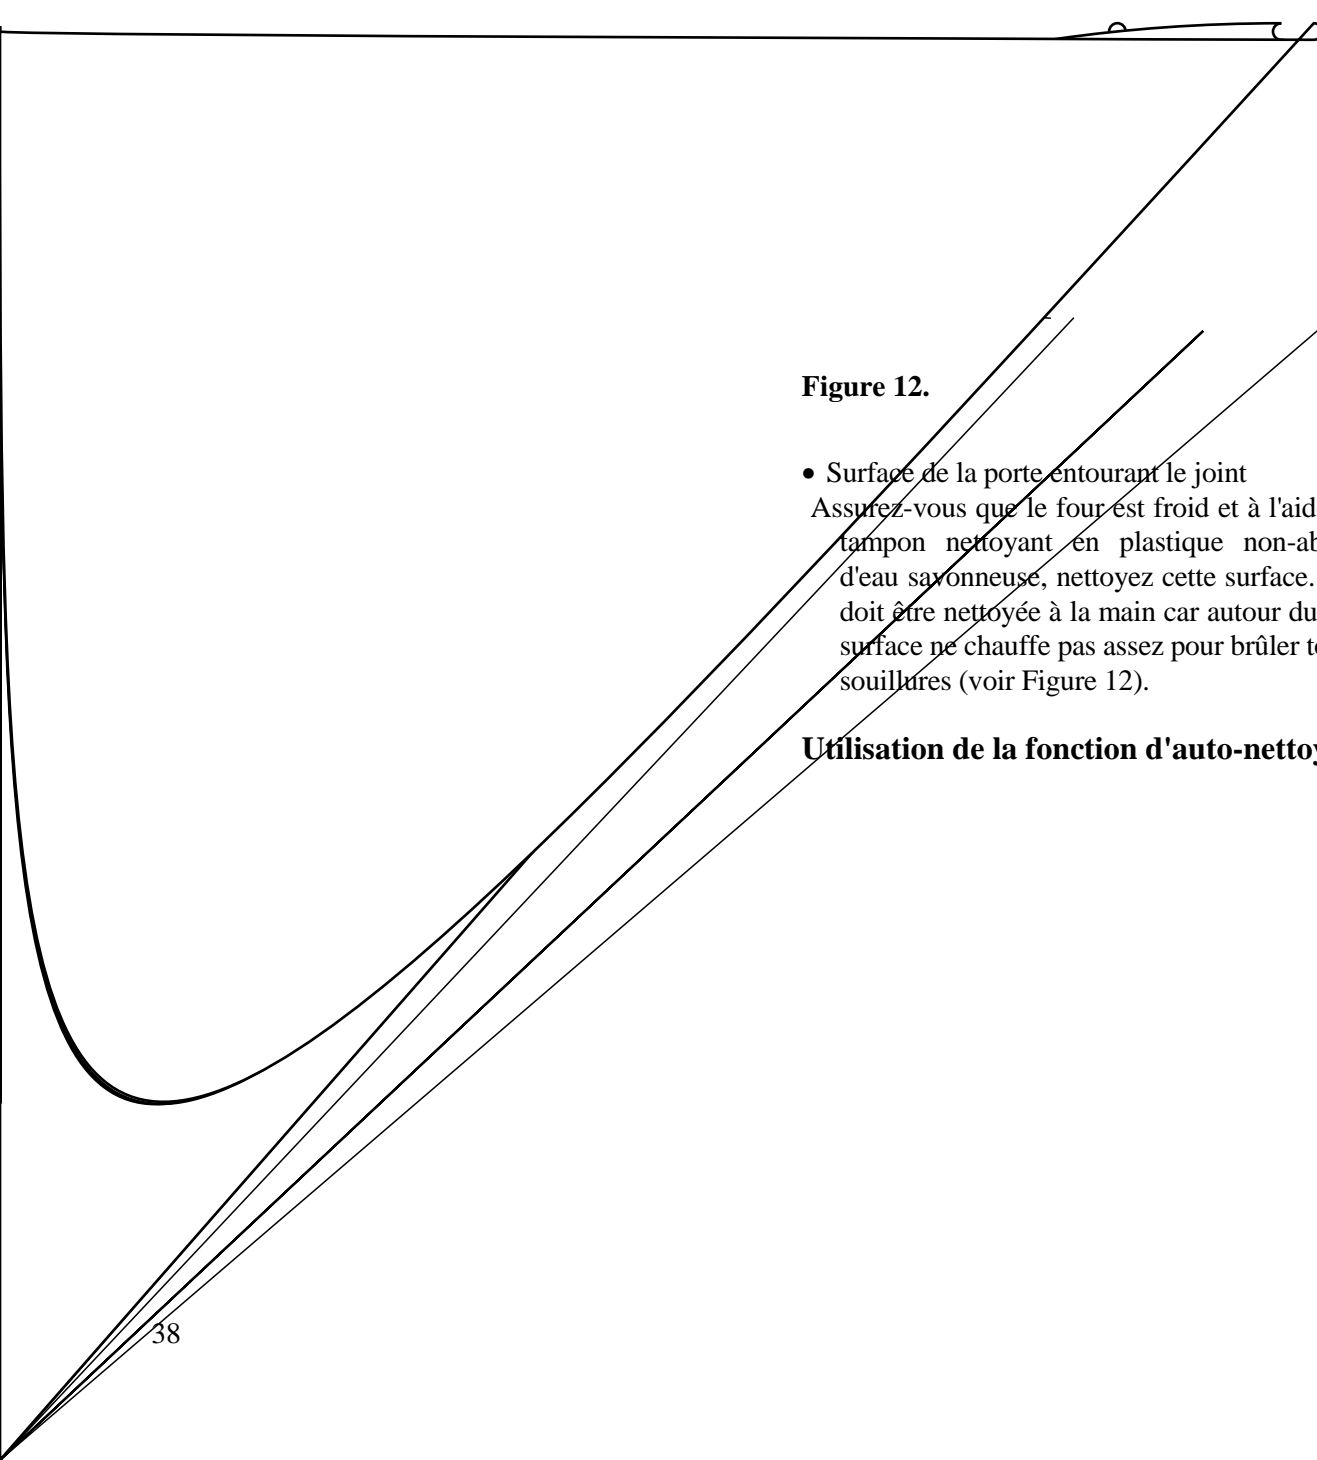

Figure 12.
Assurez-vous que le four est froid et à l'aide d'un tampon nettoyant en plastique non-abrasif et d'eau savonneuse, nettoyez cette surface. Celle-ci doit être nettoyée à la main car autour du joint, la surface ne chauffe pas assez pour brûler toutes les souillures (voir Figure 12).
2. Nettoyez le cadre autour de la porte et du joint de porte (voir Figure 12). Ne nettoyez pas le joint à la main car vous pourriez déplacer ou endommager le joint. Les surfaces autour du joint doivent être nettoyées à la main car elles ne chauffent pas assez durant l'**auto-nettoyage** pour brûler toutes les souillures.